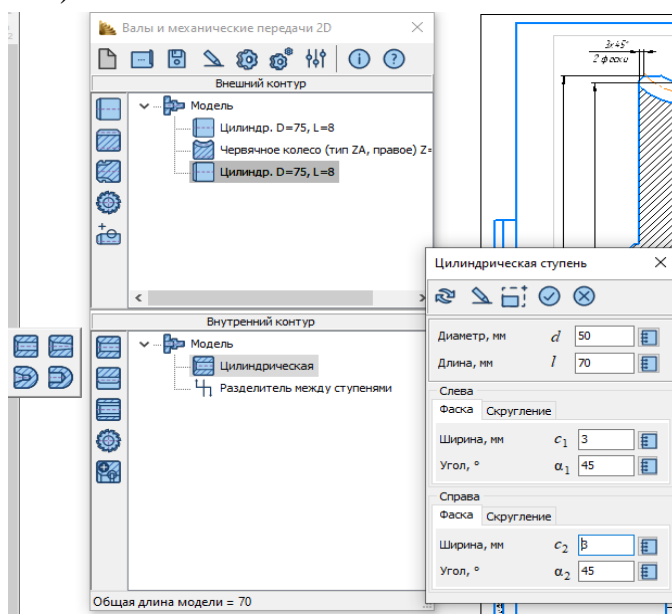
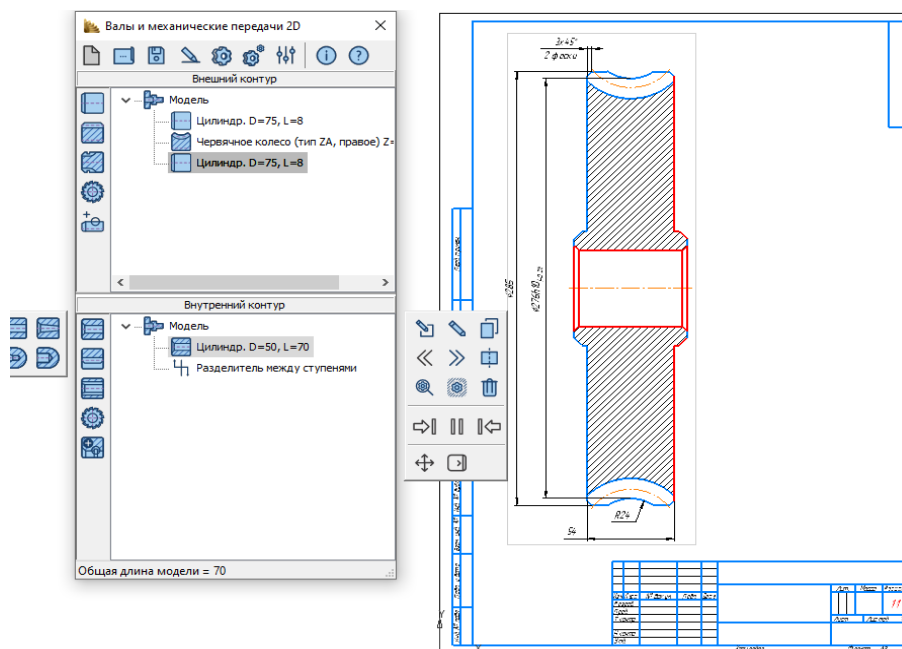

Рисунок 40 - Ввод параметров внутренней цилиндрической ступени
Рисунок 41 - Результат построения внутренней цилиндрической ступени
- В открывшемся окне задайте параметры внутренней цилиндрической ступени в соответствии с чертежом (отверстие для посадки на вал): $d=50$ мм, $l=70$ мм, фаска слева и справа – $3 \times 45^\circ$ (рисунок 40) и нажмите кнопку *OK* . На листе чертежа будет построено изображение отверстия по указанным параметрам (рисунок 41).